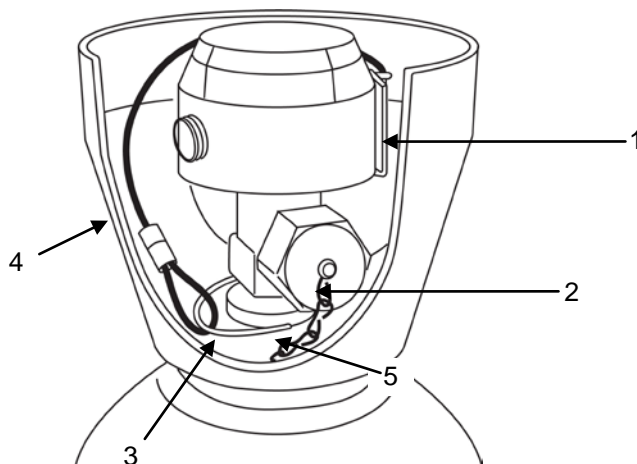

Figure 1.
Chaque cylindre d'INOMAX est expédié avec un dispositif de verrouillage en plastique rouge (1) de l'INOmeter qui empêche ce dernier de se déplacer pendant le transport et un bouchon métallique (2) de la valve du cylindre qui protège l'orifice de sortie de la valve (voir la Figure 1). Le dispositif de verrouillage de l'INOmeter et le bouchon de la valve du cylindre sont reliés à un clip circulaire métallique de verrouillage (3) au moyen d'un fil recouvert de vinyle (4) et d'une chaîne (5)